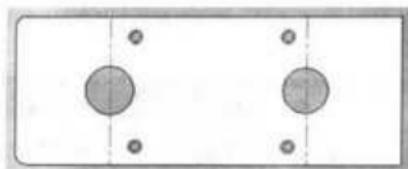

图 8-66 阵列沉头孔的钣金零件
- (1) 单击特征工具栏中的 (线性阵列) 工具，或单击菜单栏中的“插入”→“阵列/镜像”→“线性阵列”命令，显示“线性阵列”属性管理器。
- (2) 单击“方向 1”选项框，然后单击前表面的一根边线，预览中出现的箭头显示阵列的方向。
- (3) 如果方向不对，可以单击“反向”按钮。
- (4) 设置间距和总个数。
- (5) 在“要阵列的特征”选项框中列出了成形特征。
- (6) 在“选项”选项栏中勾选“几何体阵列”复选框，以加速阵列的生成和重建。该特征的单个实例被复制，但没有求解。
- (7) 单击 (确定) 按钮，生成的钣金零件如图 8-66 所示。